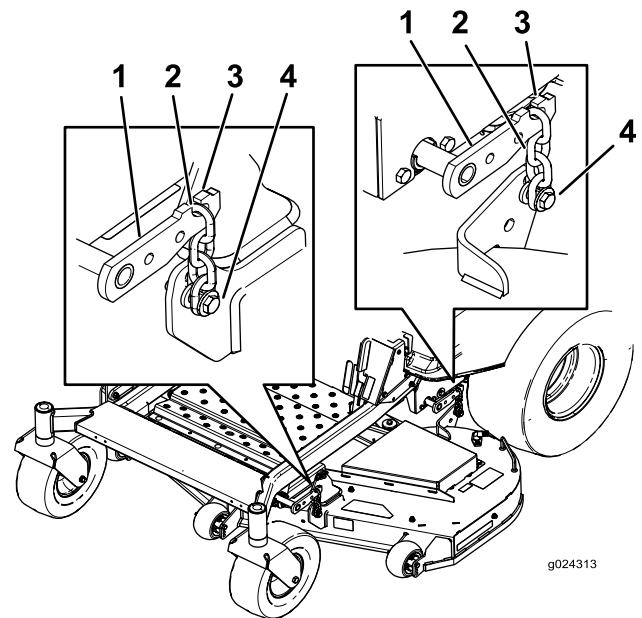

Figura 72
5. Desaperte os parafusos de ajuste nos 4 cantos de forma que a plataforma assente de forma segura nos quatro calços (**Figura 72**).
6. Certifique-se de que existe tensão nas 4 correias (**Figura 72**).
7. Aperte os 4 parafusos de ajuste (**Figura 72**).